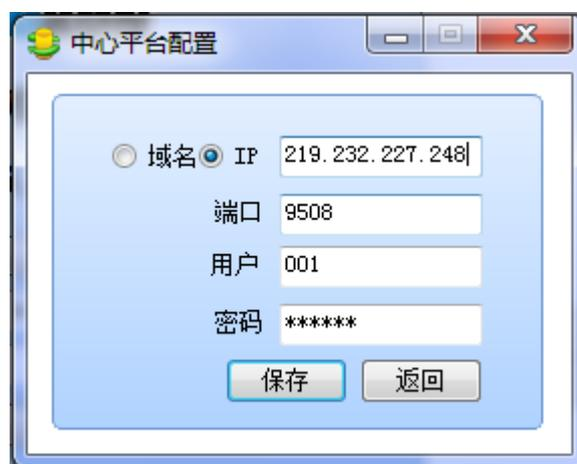

图 5.17
- b、确认登录界面的中心平台配置是否正确，如图 5.17 所示：